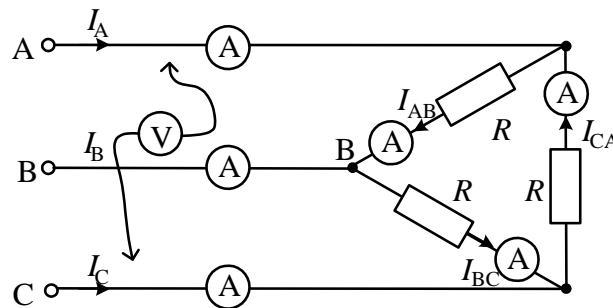

Рисунок 9 – Схема исследования цепи в аварийных режимах
3.1. Соберите цепь согласно схеме (рис. 9) с сопротивлениями фаз  $R_{AB}=R_{BC}=R_{CA}=1$  кОм и измерьте линейные и фазные токи в симметричном режиме.